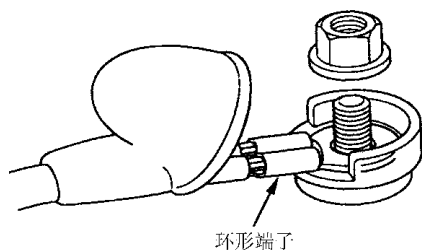

图 9-11 确保环形端子卷边朝外
- 4) 按照与拆卸相反的顺序安装起动机。如图 9-11 所示，确保环形端子的卷边侧朝外。